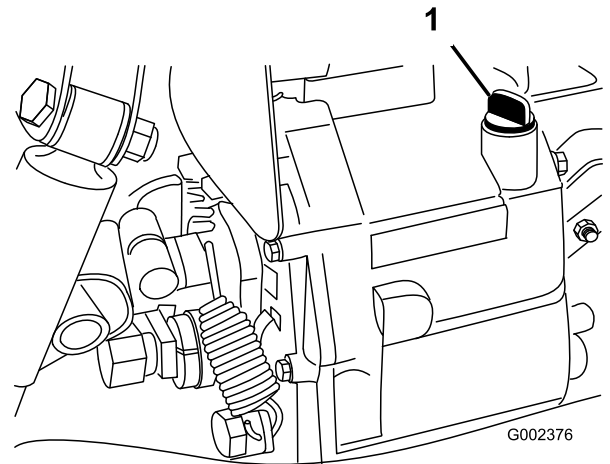

Figure 62
4. Nettoyez la surface autour de la jauge (Figure 62).